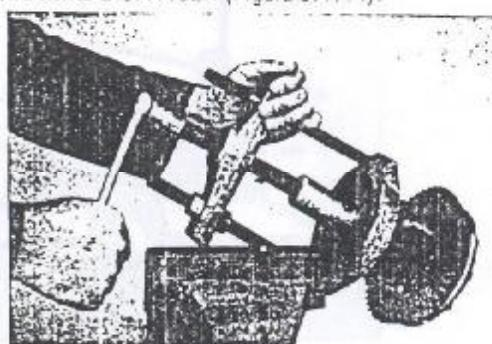

Figura 5.17.4 - Remoção dos rolamentos laterais da coroa
1. Remover os rolamentos laterais da coroa, com o auxílio da ferramenta 3.5.17.02A (Figura 5.17.4).